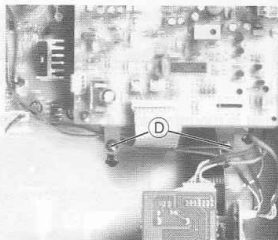

Fig. 3
- 2 Schrauben (D) (Fig. 3) herausschrauben.
- Undo 2 screws (D) (Fig. 3).